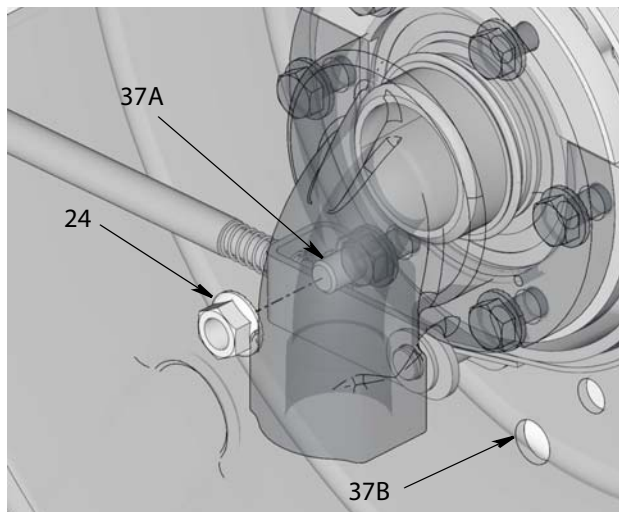

FIG. 31. 37A отображает новое положение анкерного штифта (37). 37B отображает предыдущее положение анкерного штифта (37).
16. Установите анкерный штифт (37) на раму (FIG. 31). Установите гайку (24) обратно на анкерный штифт (37) и надежно затяните его (FIG. 31).